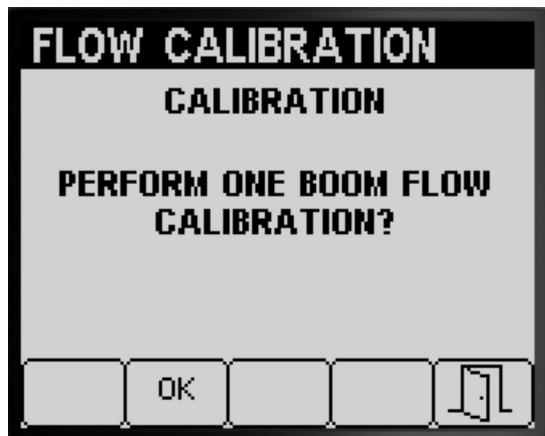

Figure 59
Si vous avez réalisé un étalonnage de 3 sections et de 2 sections, l'Infocenter vous demande si vous souhaitez effectuer un étalonnage de 1 section (Figure 59) ; effectuez l'une des procédures suivantes :
- Si vous ne souhaitez pas exécuter l'étalonnage de 1 section, appuyez sur le bouton 5 pour retourner à l'écran Étalonnage (Figure 59).